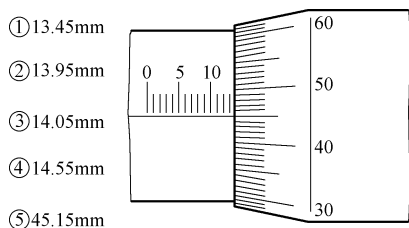

图 4-22
- ① 极限塞规，精密测头量表
- ② 塞尺，弹性内径量表
- ③ 刀口角尺，矩尺
- ④ 百分表，刀口平尺
- ⑤ 量角器，角度块规
83. 图 4-22 所示的是一个调好的千分表分度鼓固定套管的一部分。请问这时千分表指